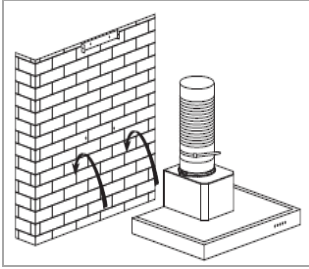

Abb. 4
- Setzen Sie die ineinander geschobene Schacht- einheit auf und drehen Sie zur Sicherung des Ge- häuses die unteren Schrauben 2x ST4\*30mm durch das Gehäuse fest [Abb. 4].